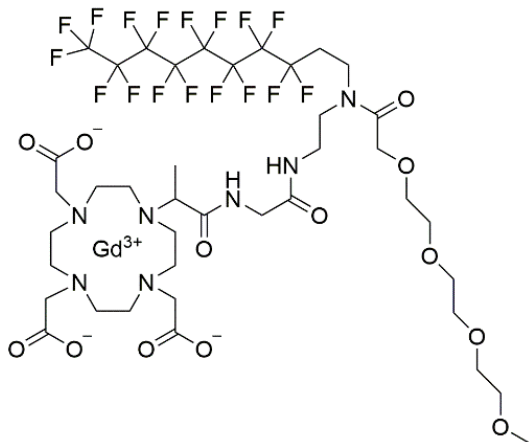

図1: ガドフルオリンPの構造
磁気共鳴イメージング (MRI) は日常の臨床診療において広く使用されているイメージング技術です。MRI検査画像のコントラストを高めるため、MRIで使用される造影剤には、5個または7個の対電子によって優れた常磁性を有する Fe^{3+} 、 Mn^{2+} または Gd^{3+} が多く用いられています。 Gd^{3+} は遊離型では毒性があるため、 Gd^{3+} を用いた造影剤では、 Gd^{3+} はアミノカルボン酸との複合体として投与されます。多くのガドリニウム造影剤 (GBCA) は全身に分布しますが、標的特異的なGBCAも研究が進められており、その1つがガドフルオリンP (図1) です。ガドフルオリンPは、心筋梗塞 (MI) の場合に分泌されるコラーゲンに富む細胞外マトリックス (ECM) に対して高い親和性を示します。